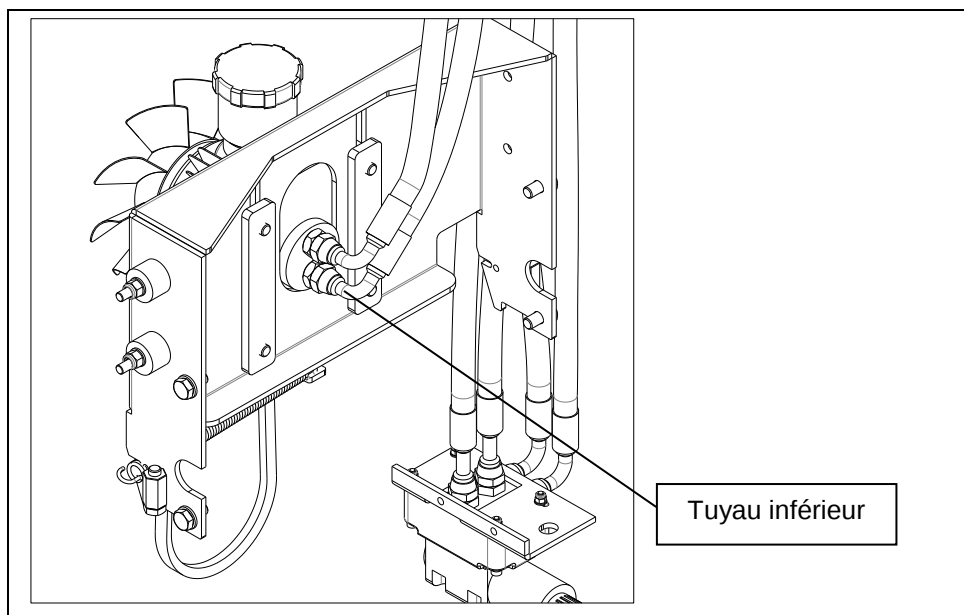

Fig. 31
- Dévisser le tube inférieur de la pompe et vidanger complètement l'huile en veillant à prévoir un récipient pour la recueillir (fig. 31).